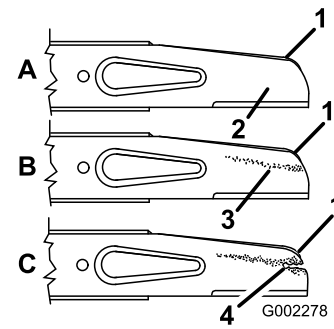

Figure 24
2. Enlevez les écrous, l'accélérateur et la lame (Figure 24).